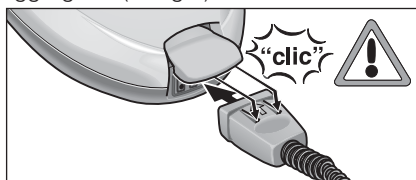

Fig. 1: Isætning af blokstik
- Sæt blokstikket (C6) fast i aggregatets stikkontakt (A1). De to næser på blokstikket skal gå i hak på låget til stikdåsen på aggregatet (se fig.1).